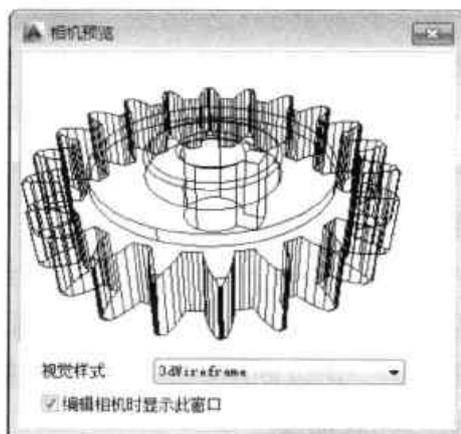

图11-32 “相机预览”对话框
Step 04 在相机视图中，选中相机图标，打开“相机预览”对话框，如图 11-32 所示。